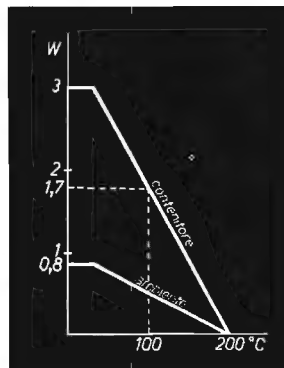

figura 12
Esso assume un duplice valore, a seconda che ci si riferisca alla temperatura ambiente o del contenitore, e consente di tracciare un interessante grafico, che comprende tutte le possibili condizioni termiche, come quello della figura 12.
La conoscenza dei fattori di riduzione ci consente di tracciare il diagramma di dissipazione contenuto nella figura 12. Inoltre possiamo subito verificare graficamente uno dei dati sopra riportati e cioè quello della potenza massima per $T_c = 100^\circ\text{C}$. Verifichiamo ora, usando la equazione (1), la massima dissipazione ammissibile per $T_a = 25^\circ\text{C}$